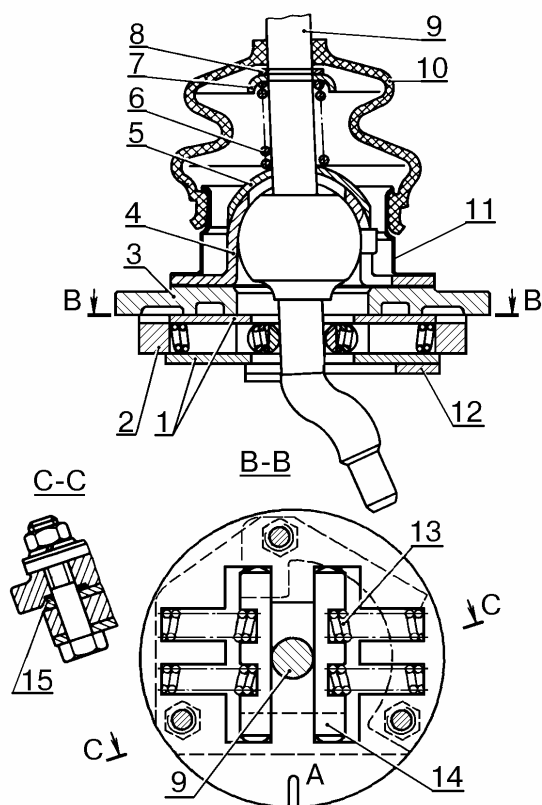

Рис.32. Механизм выбора передач пяти-ступенчатой КП:
- снять защитный чехол 10, рис.32, стопорное кольцо 8, опорную шайбу 7, пружину 6, сферическую шайбу 5 (щипцы);